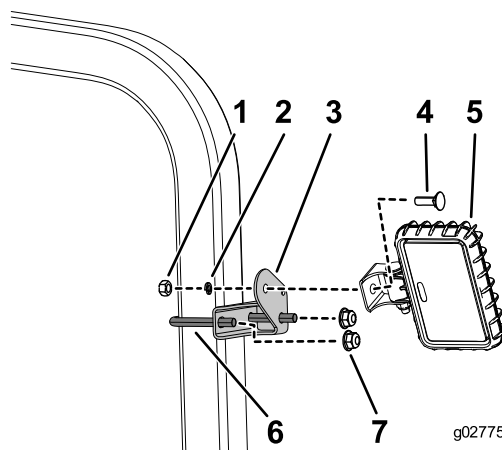

Рисунок 1
1. Установите кронштейн на каждой стороне конструкции защиты оператора при опрокидывании (ROPS), используя U-образный болт и 2 гайки, как показано на Рисунок 1.
2. Установите узел осветительного прибора в сборе, как показано на Рисунок 1.
- Закрепите жгут проводов рядом с узлами осветительных приборов в сборе с помощью двух кабельных стяжек (7,25 дюйма), вставив их в имеющиеся отверстия на кронштейнах осветительных приборов (Рисунок 1).